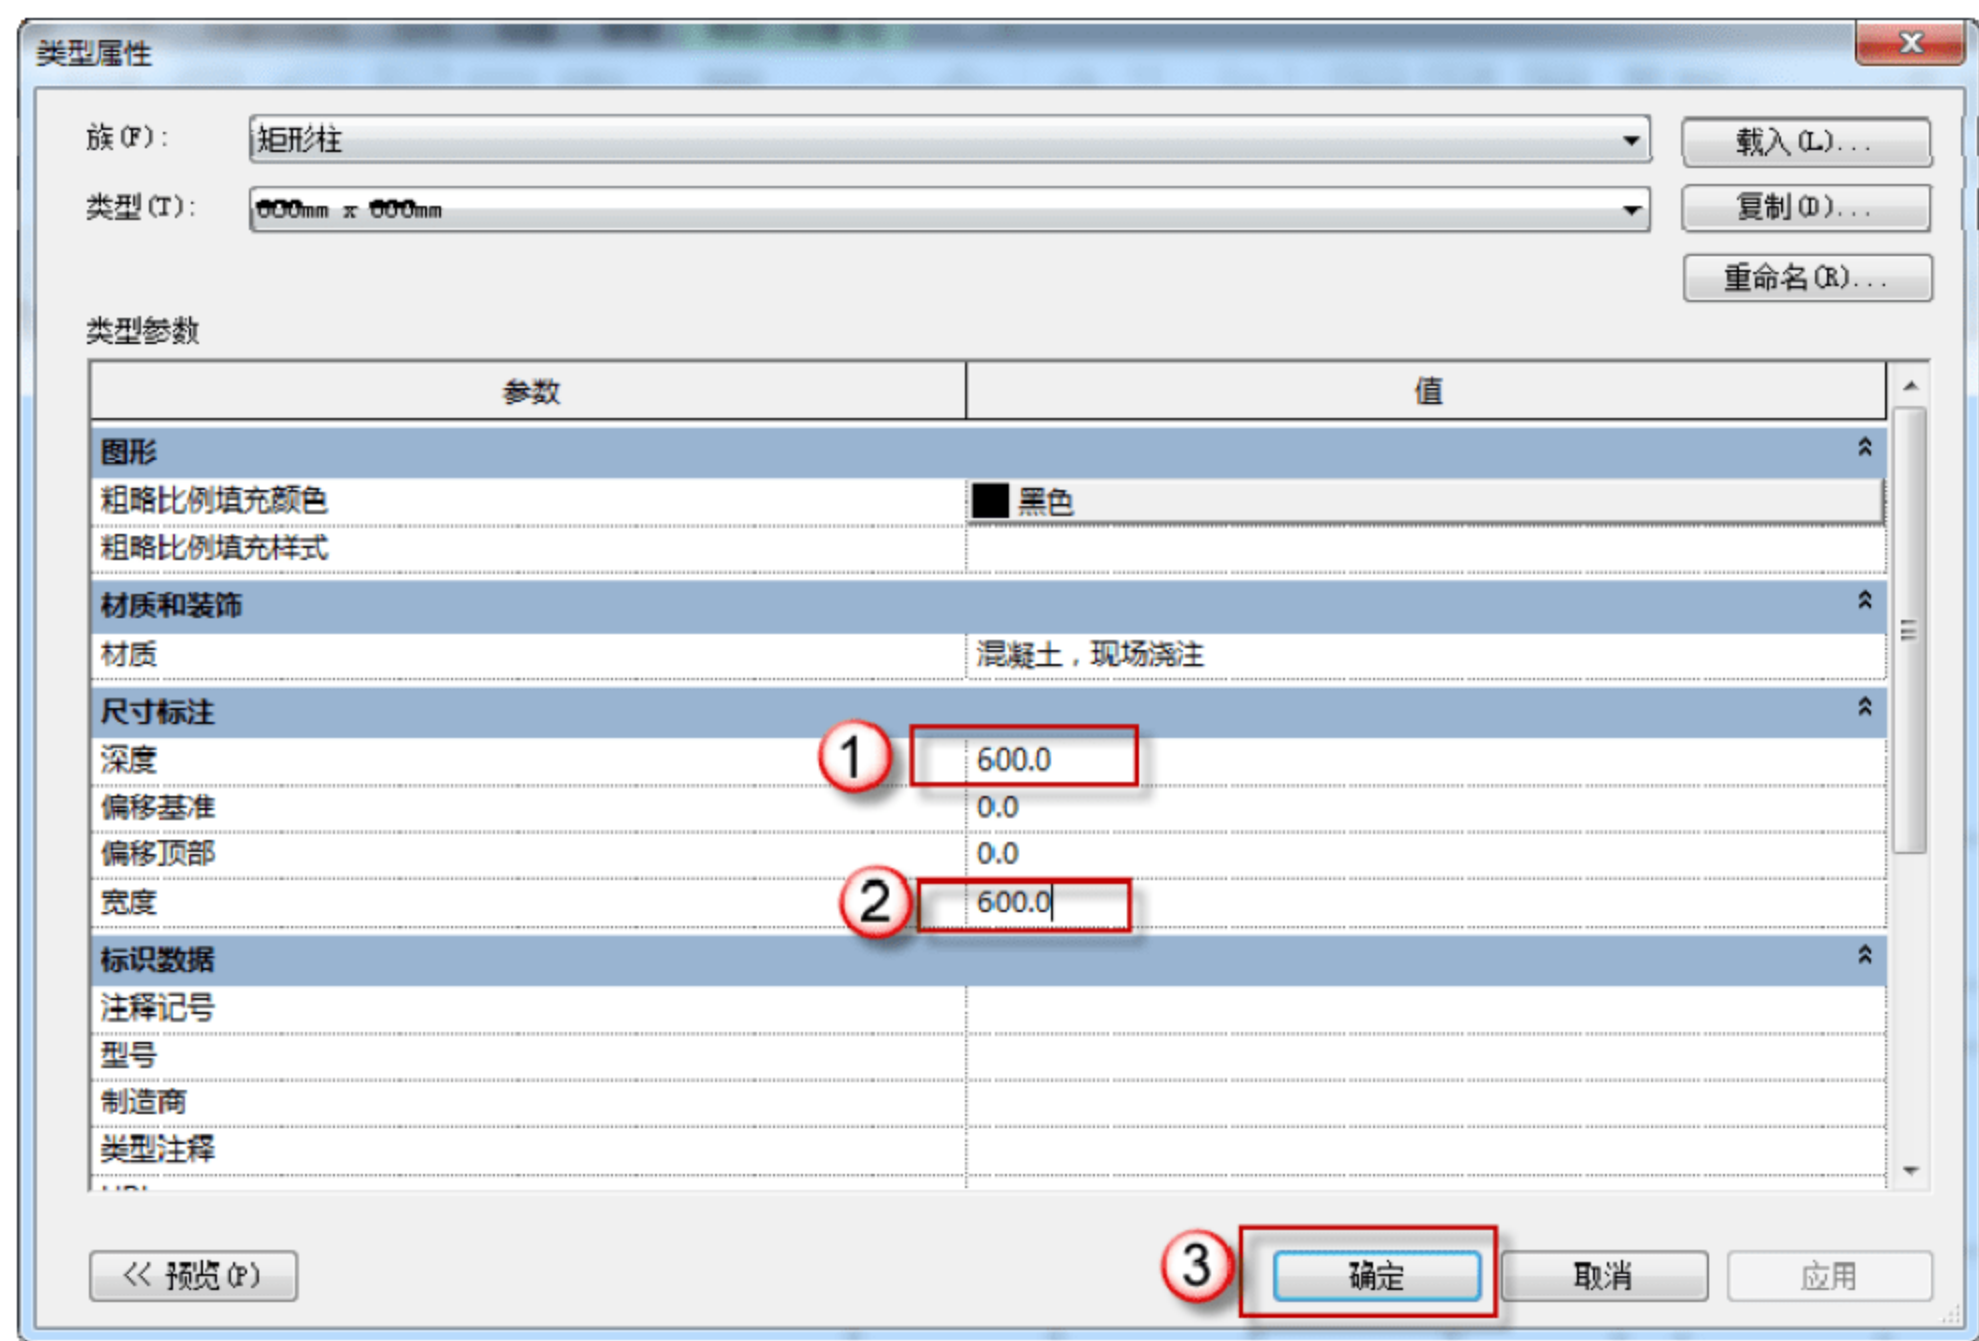

图 9.1.7 编辑柱的尺寸
(7) 编辑柱的尺寸。在返回的“类型属性”对话框中，在“深度”中输入“600”字样，在“宽度”中输入“600”字样，单击“确定”按钮，如图 9.1.7 所示。